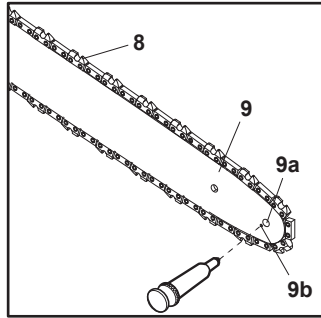

Fig. 36
2. Con una pistola de engrase desechable, inserte la punta de aguja en el orificio de lubricación (9b) (Fig. 36) e inyecte grasa hasta que aparezca en el borde exterior de la rueda dentada (9a).